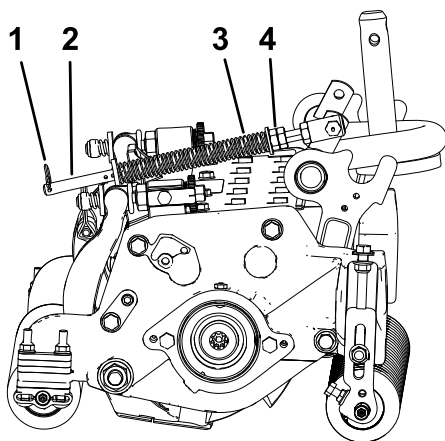

Figure 14
1. Vérifiez que la goupille fendue est insérée dans le trou de la tige de ressort (Figure 14).
2. Serrez les écrous hexagonaux à l'extrémité avant de la tige de ressort jusqu'à ce que la longueur du ressort comprimé soit égale à 15,9 cm (Figure 14).